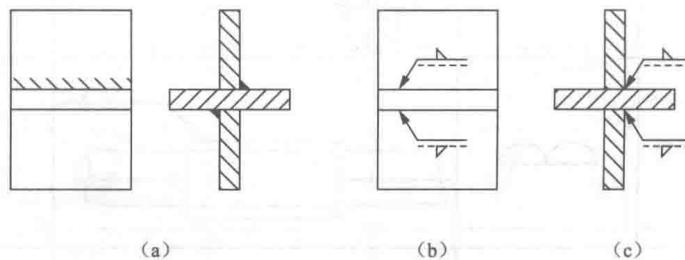

图 1-2-6 基准线(一)
(1) 基准线含有实线基准线和虚线基准线。虚线基准线可画在实线基准线的上方或下方。
(2) 焊缝符号标注在实线基准线上说明焊缝在箭头侧,标注在虚线基准线上说明焊缝在非箭头侧,如图 1-2-6 所示。